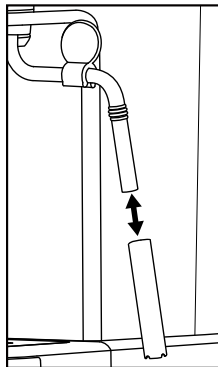

Abbildung 1
- 1) Stellen Sie einen leeren Behälter unter die Milchaufschäumdüse ⑩.
- 2) Drehen Sie den Dampfregler ⑦ direkt nach dem Gebrauch auf „☁️/💧“ und lassen Sie einige Sekunden Dampf entweichen.
- 3) Drehen Sie den Dampfregler ⑦ zu (bis zum Anschlag in Richtung „●“ drehen), schalten Sie das Gerät aus und ziehen Sie den Netzstecker.
- 5) Ziehen Sie die Hülle der Milchaufschäumdüse ⑩ ab (Abbildung 1) und reinigen Sie diese sorgfältig im warmen Wasser.
- 7) Schieben Sie die Hülle wieder auf die Düse (Abbildung 1).